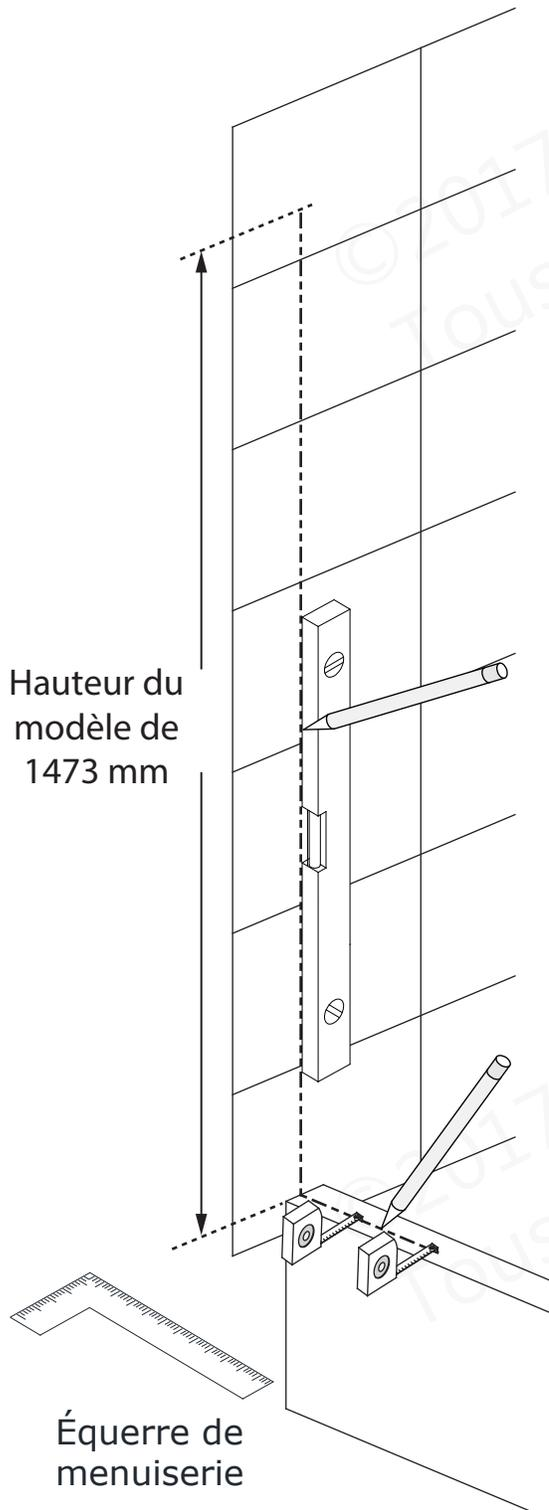

Fig 1
1. Tracez une ligne sur le seuil et sur le mur pour représenter la ligne centrale du profilé en U. Assurez-vous que la ligne est parallèle à la bordure avant du seuil ou du pourtour de la baignoire. **(Fig 1)**